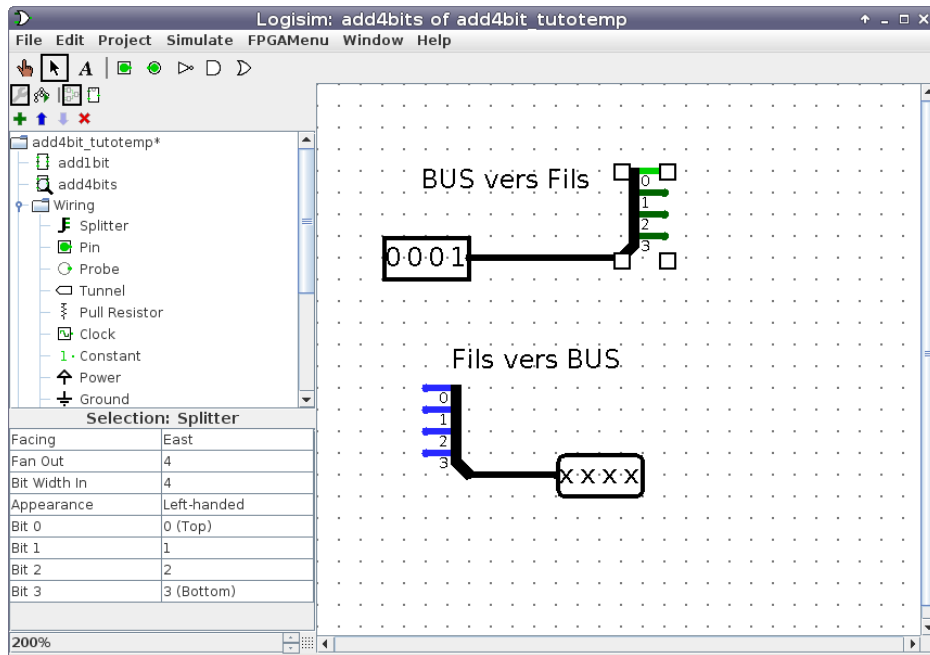

FIGURE 7. Exemples splitters
- Lorsque l'on tire un fil de l'une de ces entrées, ce n'est plus un simple signal mais un bus de 4 bits. Pour pouvoir connecter les éléments de ce bus aux entrées des additionneurs 1 bits, on va devoir séparer les différents fils du bus afin de pouvoir les traiter un par un. L'élément `splitter` de `wiring` permet d'effectuer ces conversions dans les deux sens : d'un bus de 4 bits vers 4 fils, et de 4 fils vers un bus de 4 bits – voir Figure 7.